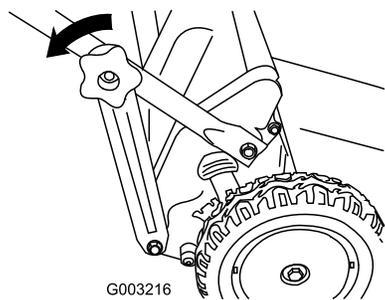

Figure 43
1. Retirez les boutons de la partie inférieure du guidon (Figure 43).
2. Détachez les supports aux deux extrémités de la partie inférieure du guidon (Figure 43).